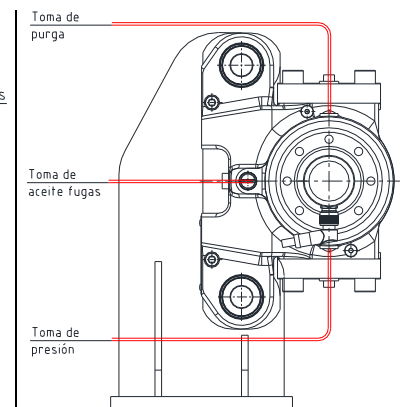

Figura 13: Toma de presión de un freno
- Monte un puerto de ensayo Minimesse en la toma de presión para el purgado (véase figura 13, 14 y 15). Para ello, retire el tornillo a mano. Vacíe el extremo del puerto de ensayo en un depósito adecuado.